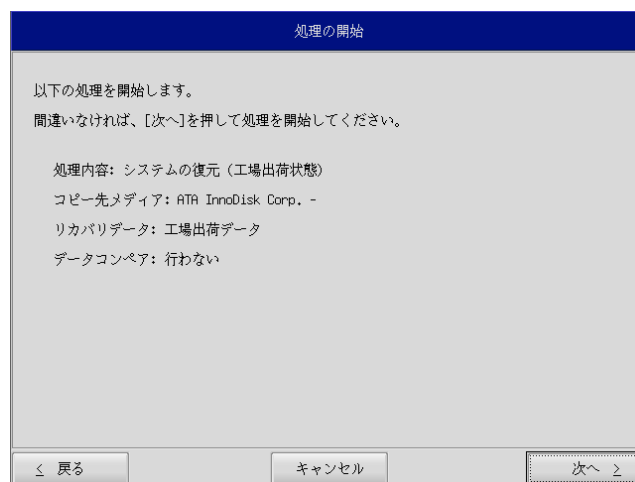

図 6-2-5. 確認画面
- ⑧ 確認画面(図 6-2-5)が表示されます。リカバリデータを確認し、[次へ]ボタンを押して処理を開始します。